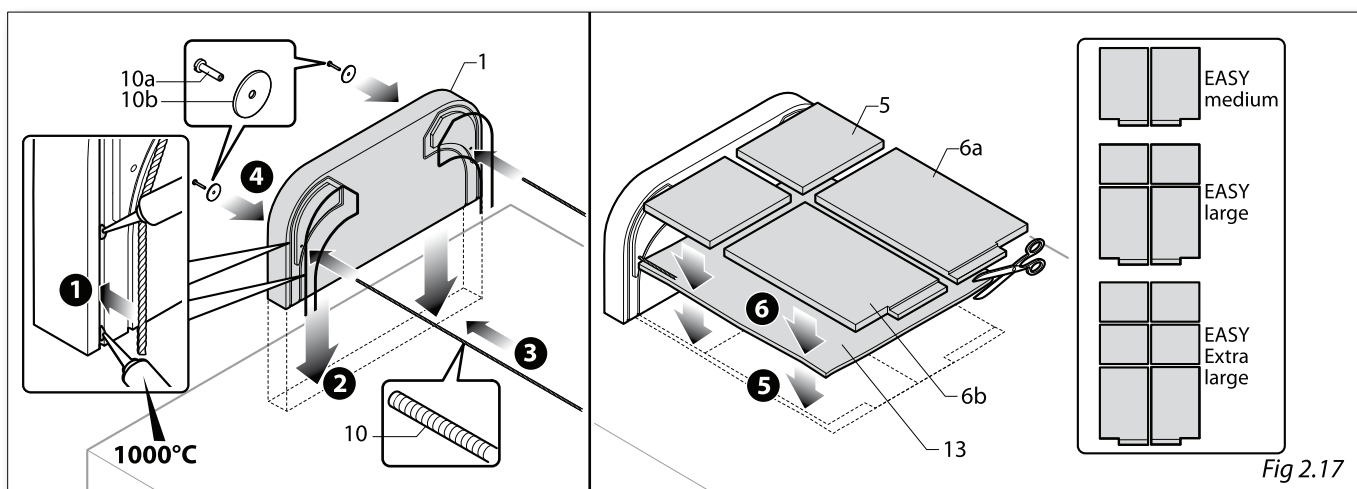

Fig 2.17
A) Inserire all'interno della fessura predisposta sullo schienale (1) la cordina in fibra ceramica tenendola in posizione con dei punti di silicone resistente alle alte temperature - oltre 1000° - (fig. 2.17 part.1). Appoggiare lo schienale (1) sopra il piano coibentato (fig. 2.17 part.2). Inserite i tiranti (10) e bloccarli nella sola parte posteriore con le viti e le rondelle (10a-10b) (fig. 2.17 part. 3-4). Stendere il materassino di fibra ceramica (13) in dotazione sul piano di appoggio come indicato (fig. 2.17 part. 5).
Posizionare le basette (5-6a-6b) contro lo schienale senza fissarle in alcun modo (fig. 2.17 part.6).